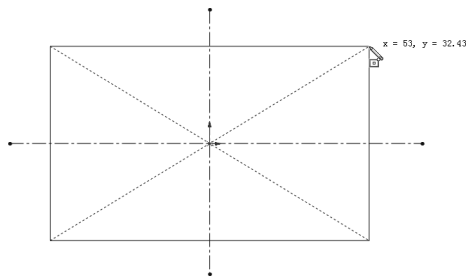

图 2-118 绘制矩形操作
STEP ③ 单击“草图”工具栏中的“边角矩形”按钮, 并在左侧打开的“矩形”属性管理器中单击“中心矩形”按钮, 然后在系统自动捕捉的草绘平面的中心点单击, 再向右上角拖动, 按下鼠标左键绘制一矩形, 如图 2-118 所示。